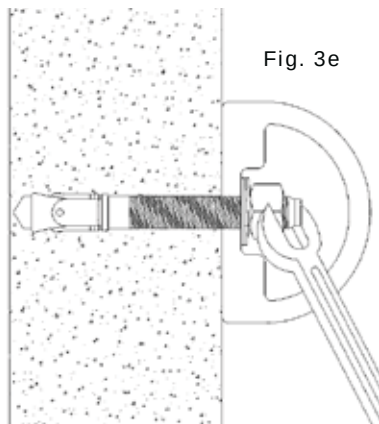

Fig. 3e
4. Retirer l'écrou et poser l'ancrage en D au boulon. Puis, poser la rondelle plate, suivie de la rondelle de blocage et de l'écrou. **NOTA :** Au moins 2 filets doivent paraître au-dessus de l'écrou après le montage. Serrer suivant un couple entre 80 et 85 lb-pi (voir Fig. 3e).